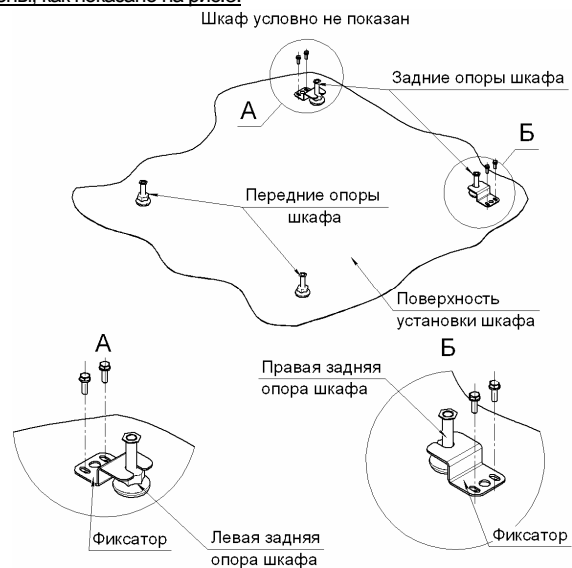

Рис. 2
1. Задние регулируемые опоры шкафа должны быть обязательно, надёжно закреплены к поверхности, на которую установлен шкаф, при помощи фиксаторов, которые входят в комплект поставки шкафа и должны быть установлены, как показано на рис. 2.